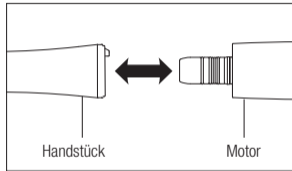

Abb. 1
- 1) Das Handstück direkt an den Motor anschließen (Abb. 1). Beim Anschließen eines optischen Handstücks das Handstück drehen, bis es hörbar einrastet.